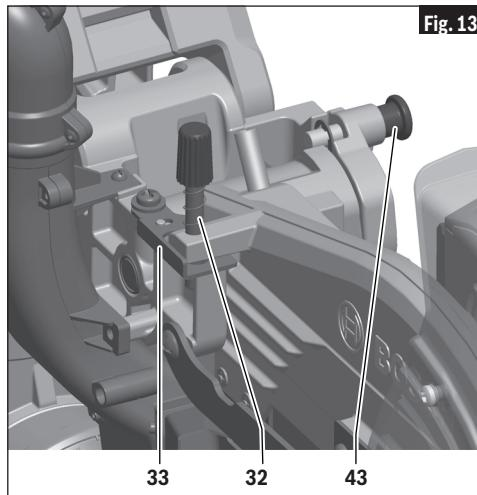

Fig. 13
1. Cuando haga cortes de profundidad completa normales, empuje la placa del tope de profundidad **33** hacia dentro, hacia el cabezal de la sierra (vea la Fig. 13). Esto permitirá que el tornillo del tope de profundidad **32** pase a través del agujero de la placa.